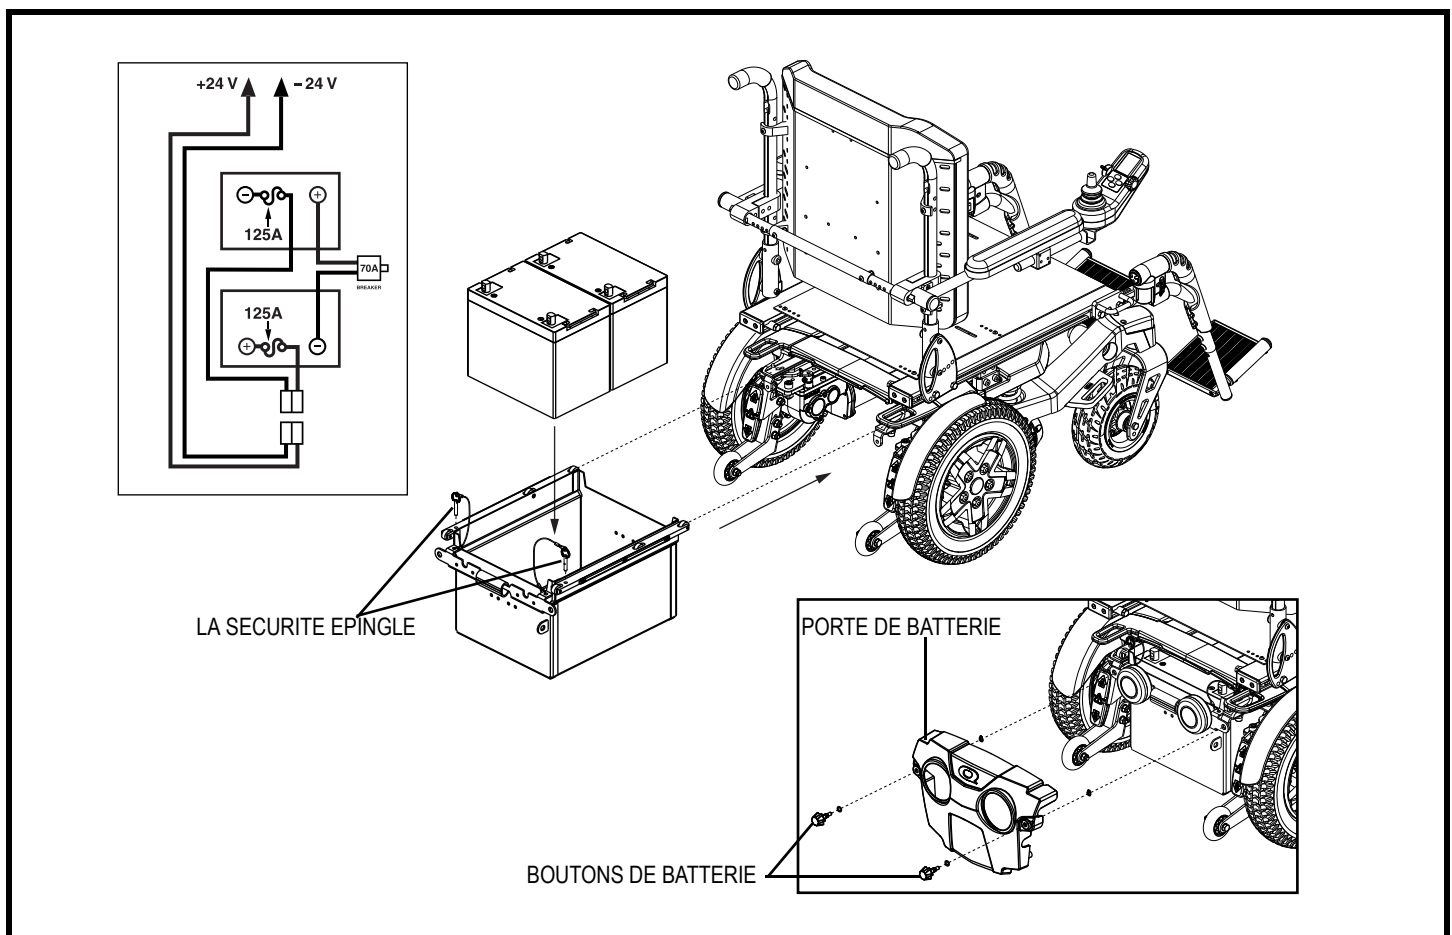

Figure 20. Remplacement des batteries
Un schéma de câblage des batteries figure sur l'auto-collant situé sur la porte du compartiment à batteries. **Voir la figure 20.** Vérifiez le Tableau des Spécifications pour les informations relatives à votre type de batterie.
3. Desserrer les boutons de la batterie et retirer l'arrière de la porte. **Voir la figure 20.**
4. Tirer et retirer les goupilles de sécurité du support de la batterie. **Voir la figure 20.**
5. Repérez les connexion rapides de la batterie sur la structure et déconnectez. **Voir la figure 20.**
10. Connectez les connexion rapides des batteries conformément au diagramme de câblage situé sur la structure. **Voir la figure 20.**